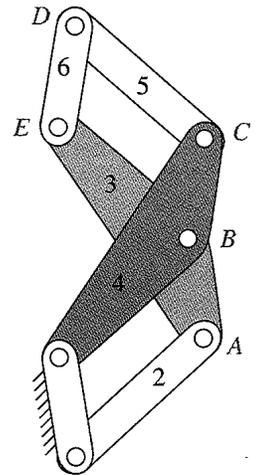

FIGURA P4-19 Problema 4-59
- †4-59 En la figura P4-19 se muestra un mecanismo que comúnmente se utiliza como bisagra para puertas de gabinete. Escriba un programa de computadora o utilice un solucionador de ecuaciones como *Mathcad*, *Mathlab* o *TKSolver* para calcular y graficar la posición angular del eslabón 6 en la figura P4-19 como una función del ángulo de entrada del eslabón 2. $O_2O_4 = AB = BC = DE = 1$. $O_2A = O_4B = BE = CD = 1.75$. $O_4C = AE = 2.60$. (*Sugerencia:* Debido a que la geometría del mecanismo es sencilla y simétrica, el análisis puede realizarse con trigonometría simple.)